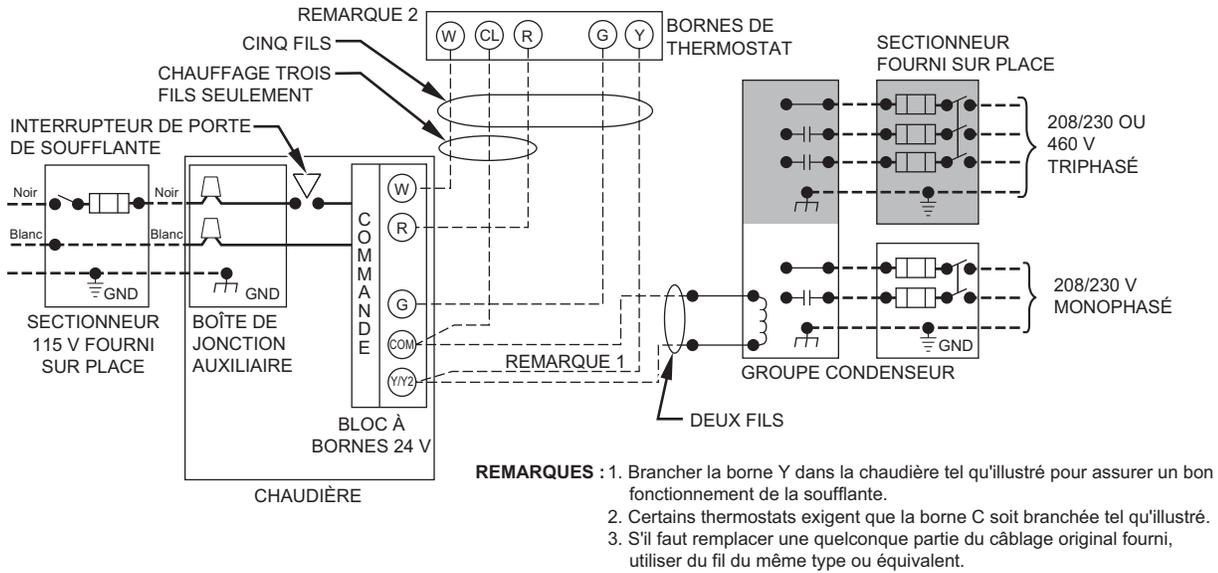

Fig. 36 – Schéma de câblage type d'un appareil à une phase
6. Branchez les fils d'alimentation et neutre du cordon d'alimentation aux fils d'alimentation de la chaudière, conformément à la fig. 36.
5. Branchez les fils électriques et neutres aux fils d'alimentation électrique de la chaudière, conformément à la fig. 36.
Effectuez les connexions 24 V à la plaquette de connexion 24 V. Consultez la figure 37. Branchez la borne Y/Y2 conformément à la fig. 36 pour assurer une bonne climatisation. N'utilisez que le fil de thermostat en cuivre AWG n° 18, codé par couleur.